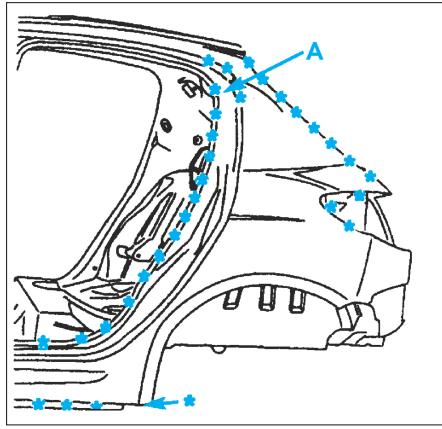
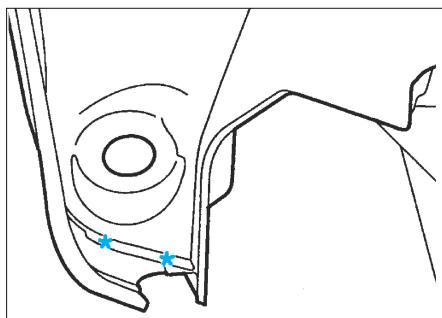

FIG. 115
FIG. 116
- Découper le support arrière de joint de jet d'eau par fraisage des points en (A) (Fig.115) et (Fig.116).
- Découper par fraisage des points (Fig.115).